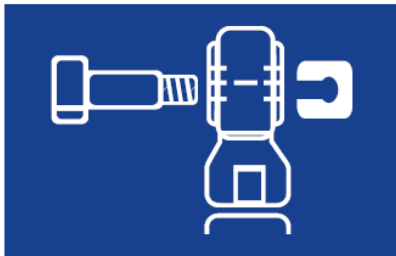

Fig. 4
1. Retire el perno del montaje desenroscándolo (Fig. 4)